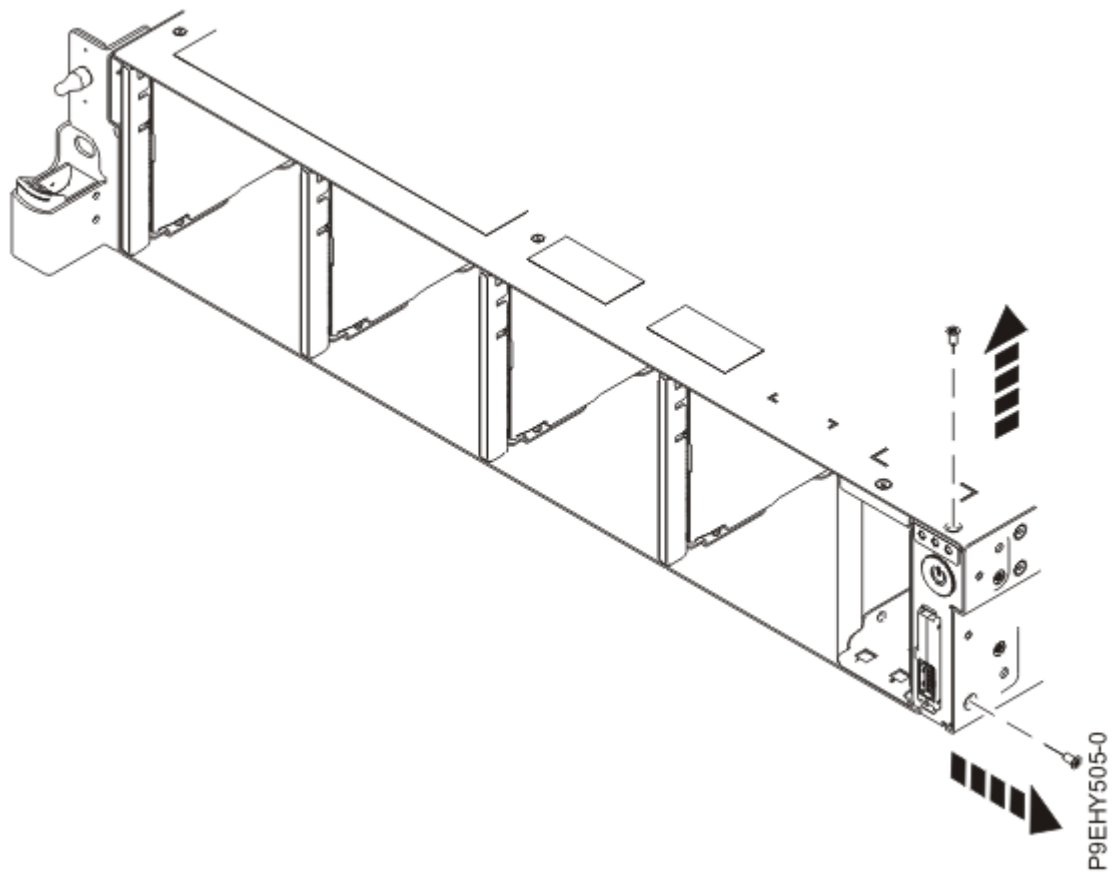

図 102. 上下のねじの取り外し
8. 電源スイッチから上下のねじを取り外します (125 ページの図 102 を参照)。